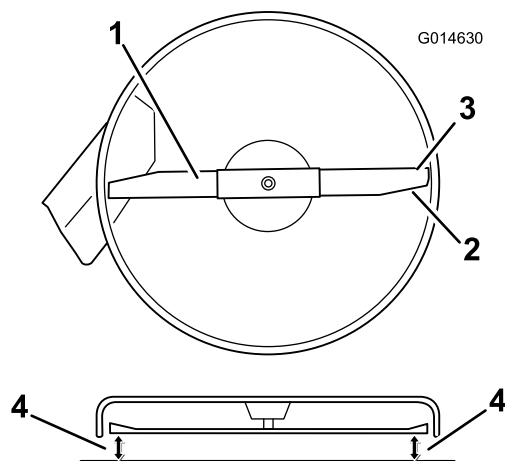

Figura 49
4. Gire cuidadosamente la cuchilla perpendicular al sentido de avance de la máquina (Figura 49).
5. Mida entre los bordes de corte exteriores y la superficie plana (Figura 49). Si hay una diferencia de más de 5 mm entre ambas dimensiones, se requiere un ajuste; siga con este procedimiento.